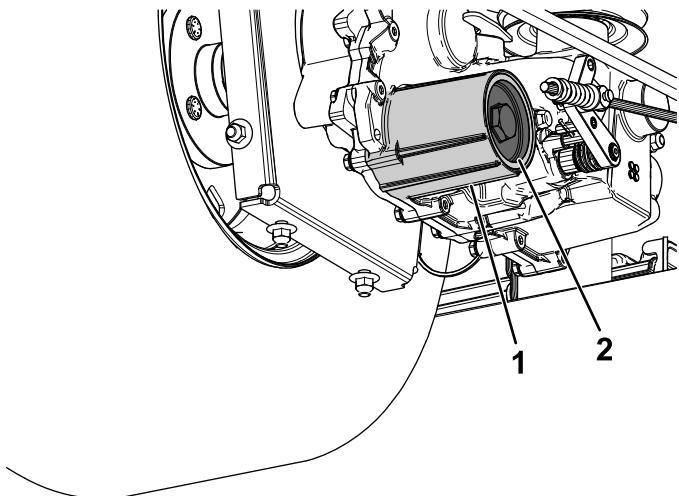

Figura 78
- Retire la tapa del filtro de fluido hidráulico del transeje para vaciar el fluido (Figura 78).